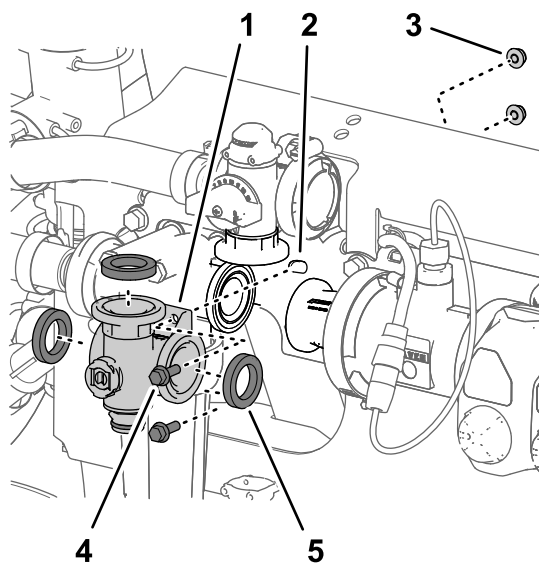

Figura 119
3. Rimuovete i 2 bulloni a testa flangiata ($\frac{1}{4}$ " x $\frac{3}{4}$ ") e i 2 dadi di bloccaggio flangiati ($\frac{1}{4}$ ") che fissano il collettore della valvola dell'agitatore al supporto della valvola (Figura 119).
4. Rimuovete il collettore della valvola dell'agitatore e le guarnizioni dalla macchina (Figura 119).